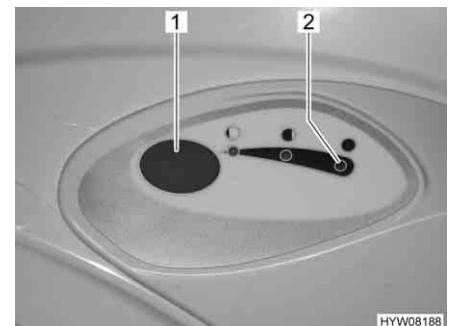

Bild 202 Spolknapp/kontrollampa Thetford-toalett
- För att spola, tryck på den blå spolknappen (Bild 202,1).
Kontrollampan (Bild 202,2) lyser när latrintanken måste tömmas.